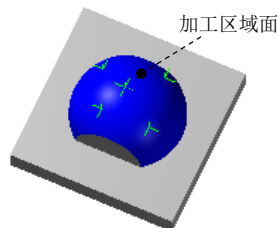

图 12.4.6 选取加工区域面
Step3. 设置刀具轴控制参数。在“多轴刀具路径-曲线五轴”对话框左侧的节点列表中单击 **刀具轴控制** 节点, 切换到刀具轴控制参数设置界面; 在 **刀具轴向控制** 的下拉列表中选择 **曲面** 选项, 然后单击其后的 按钮; 在图形区中选取图 12.4.6 所示的曲面, 然后单击“结束选择”按钮 , 系统返回至“多轴刀具路径 - 钻孔”对话框; 在 **汇出格式** 下拉列表中选择 **5 轴** 选项, 其他选项采用系统默认设置。